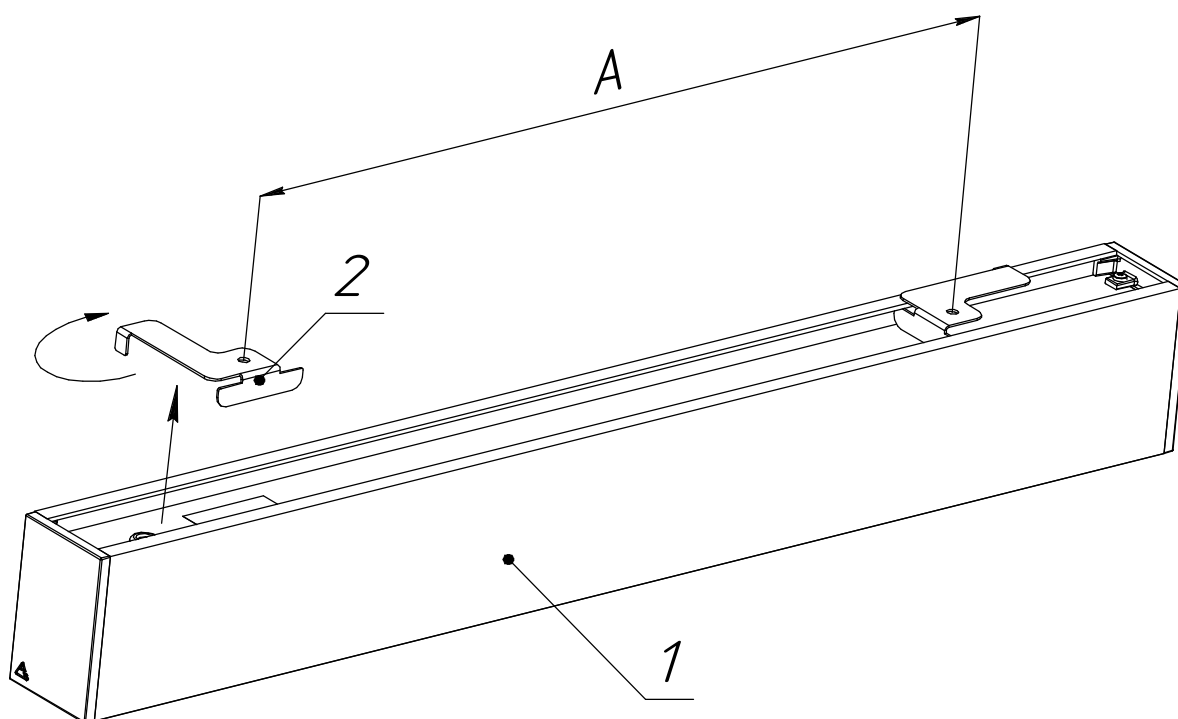

Рисунок 2 - Схема крепления светильника к потолку:
5.3. Установка светильника на потолок (см. рисунок 2):